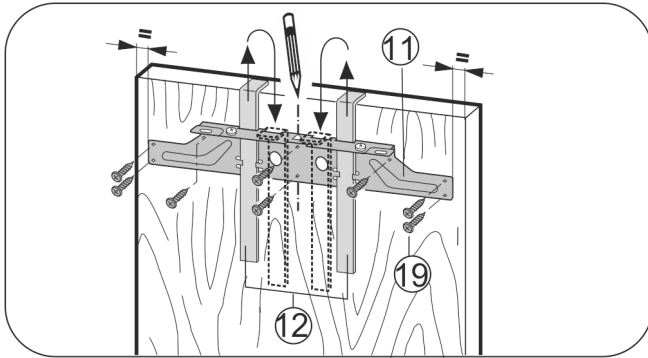

Fig. 26
- ▶ Sospendere la traversa di montaggio Fig. 26 (11) sul lato interno dell'anta del mobile servendosi degli attrezzi di montaggio Fig. 26 (12).
- ▶ Allineare la traversa di fissaggio Fig. 26 (11) centralmente sulla porta.
- ▶ Fissare la traversa di fissaggio Fig. 26 (11) con almeno 6 viti Fig. 26 (19).
- ▶ Fissare la traversa di fissaggio Fig. 26 (11) con 4 viti Fig. 26 (19) sul bordo.
- ▶ Estrarre gli attrezzi di montaggio Fig. 26 (12) verso l'alto e inserirli capovolti nelle aperture adiacenti.